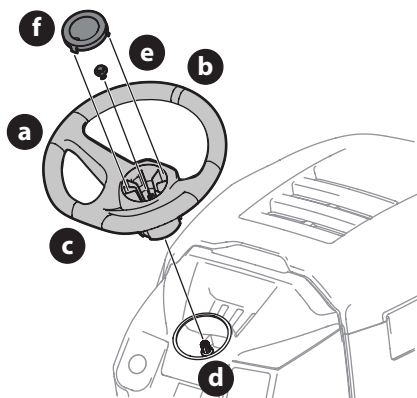

Figure 8
1. Placez les roues de l'appareil de sorte qu'elles pointent vers l'avant, puis placez le volant de direction (a) sur l'arbre de direction (d) en vous assurant que la ligne au milieu (b) du volant (a) pointe vers l'avant et que la partie plate du volant (c) soit face vers le siège (Figure 8).
2. Fixez le volant de direction (a) avec le boulon hexagonal (e) qui se trouve sous le capuchon (f). Serrez le boulon à un couple de 24-30 N m (18 à 22 pi-lb) (Figure 8).
3. Placez le couvercle du volant de direction (f) au centre du volant de direction (a) et poussez-le jusqu'à ce qu'il s'enclenche (Figure 8).
NOTE : Un enduit frein est appliqué sur le boulon (e) qui fixe le volant de direction (a). Si vous retirez le boulon, il est recommandé d'appliquer de l'enduit frein ou de remplacer le boulon (a) (Figure 8).